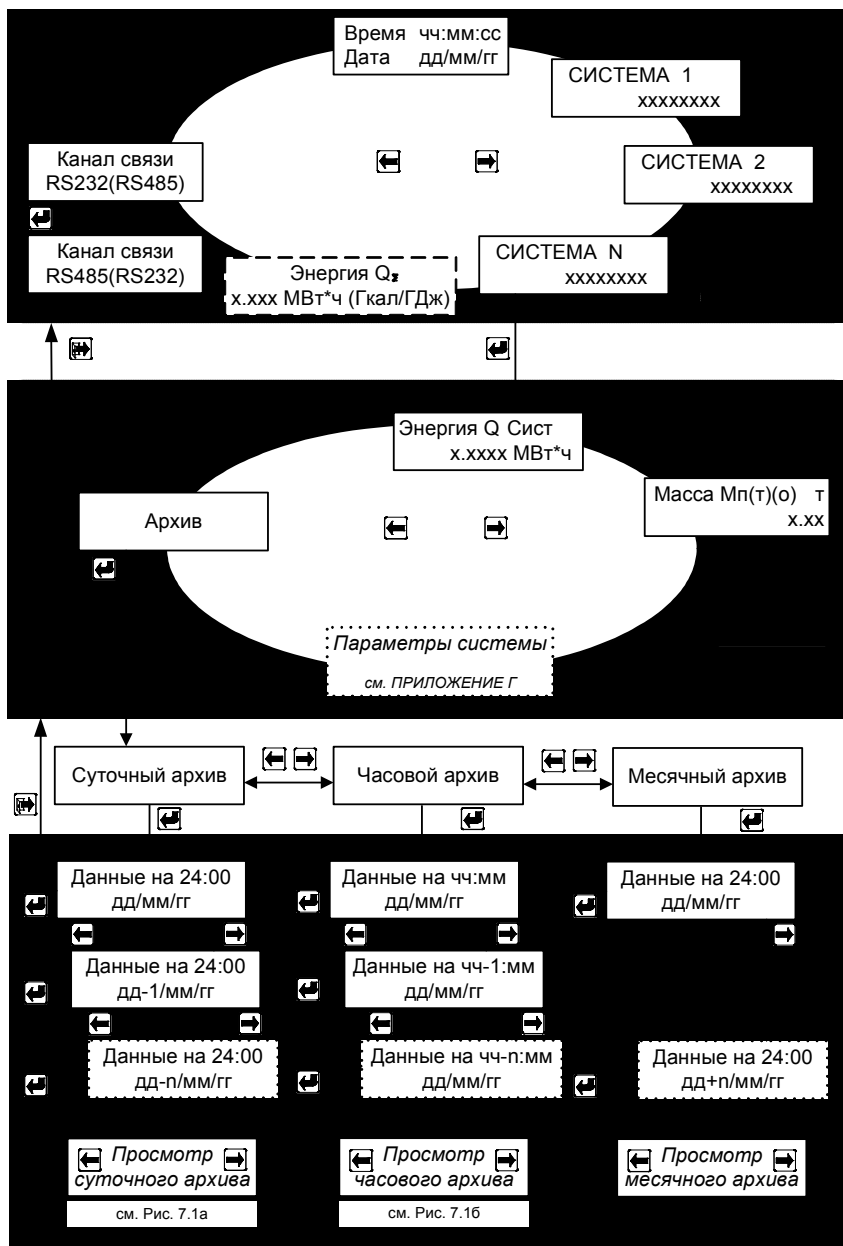

Рис. 7.1
7.2.2 Порядок перехода между окнами режима «Рабочий» изображён на рис. 7.1.
Рис. 7.1а
Рис. 7.1б